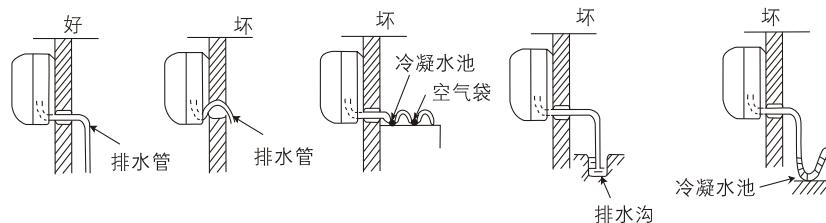

图32
- (1) 用附件⑯ 排水管与室内机组的出水管连接起来。
- (2) 如要使冷凝水流得舒畅,排水管应倾斜少许,如图32所示。